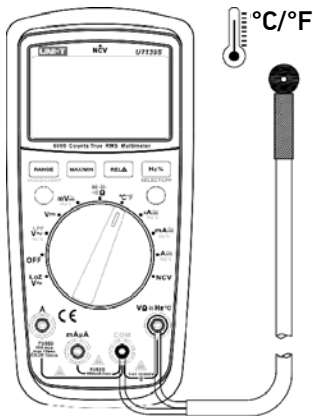

Рисунок 8
- 1) Установите поворотный переключатель в положение $^{\circ}\text{C}/^{\circ}\text{F}$ (Рисунок 8).